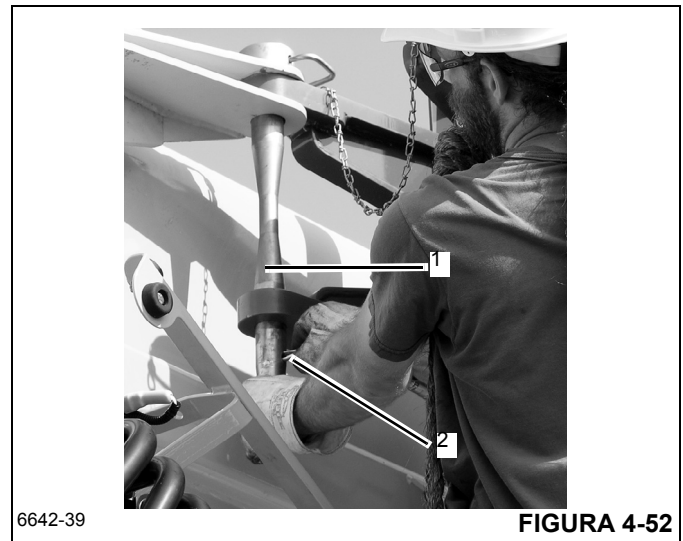

FIGURA 4-52
16. Instale el pasador de almacenamiento trasero (1, Figura 4-52) y la pinza de retención (2).